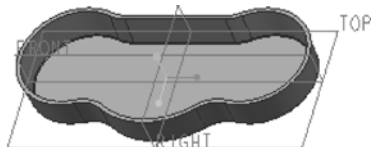

图 4-89 抽壳的完成效果
- 4 在“壳”选项卡中单击“完成”按钮，完成抽壳操作，此时的模型效果如图 4-89 所示。